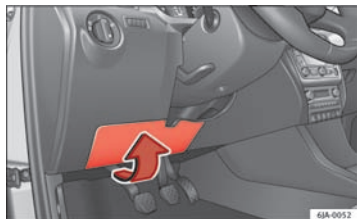

Fig. 140 Afdækning til sikringer: nederste side af instrumentpanelet
- Drej forsigtigt dækslet i pilens retning, og tag det af ⇒ Fig. 140.